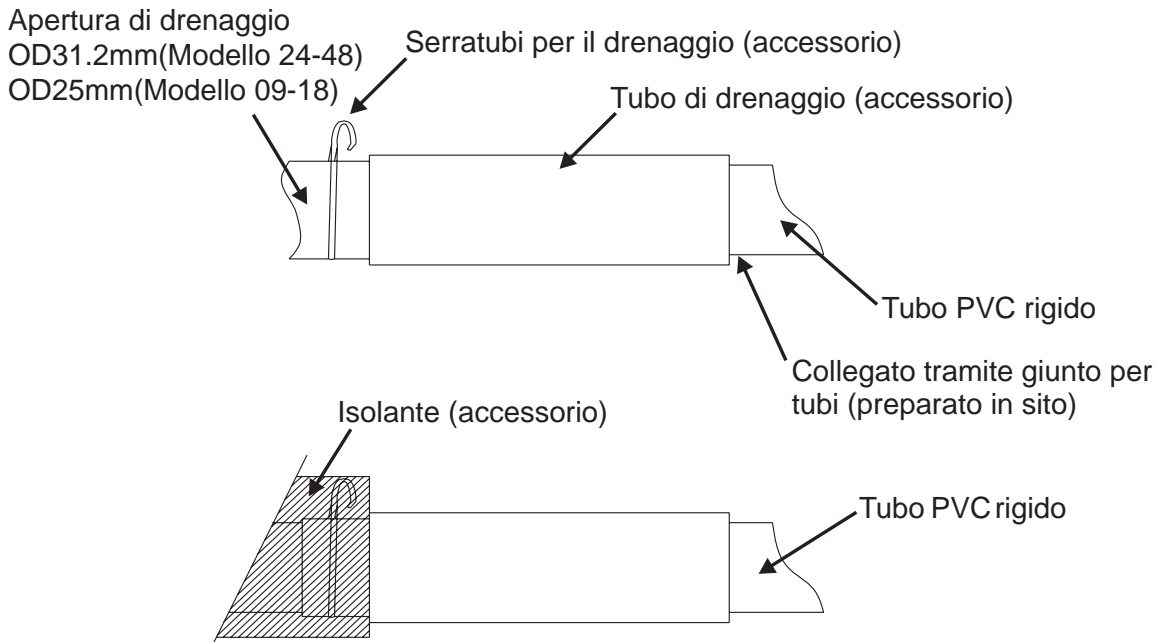

Fig.12
3. Inserire il raccordo di drenaggio fino a collegarlo bene alla porta di drenaggio e fissarlo poi saldamente con il serracavo (preparato in sito) (Fig.12)
4. Dopo aver controllato il drenaggio, avvolgere il raccordo di drenaggio con l'isolante e fermagli (preparato in sito). (Fig.12)